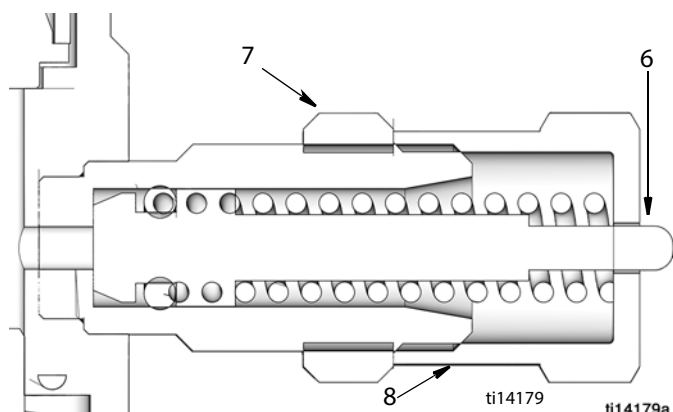

Рис.1
Номера в скобках см. на (Рис.1 и стр. 3).
<p>Чтобы предотвратить выход из строя компонентов, регулировочная гайка (8) не должна выходить за пределы полностью втянутой позиции плунжера (6). См. раздел Рис.1.</p>